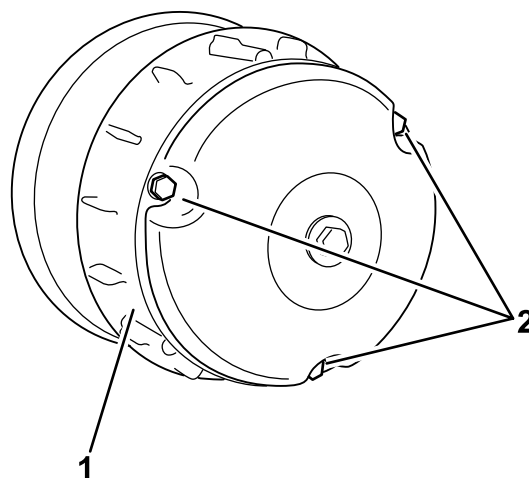

Figura 40
3. Togliete i tre bulloni che fissano il carter della frizione e togliete il carter (Figura 40).